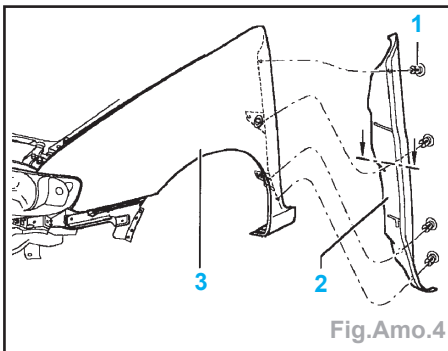

Fig.Amo.4
- Démontez l'élément de fermeture d'aile (2) (Fig.Amo.4) :